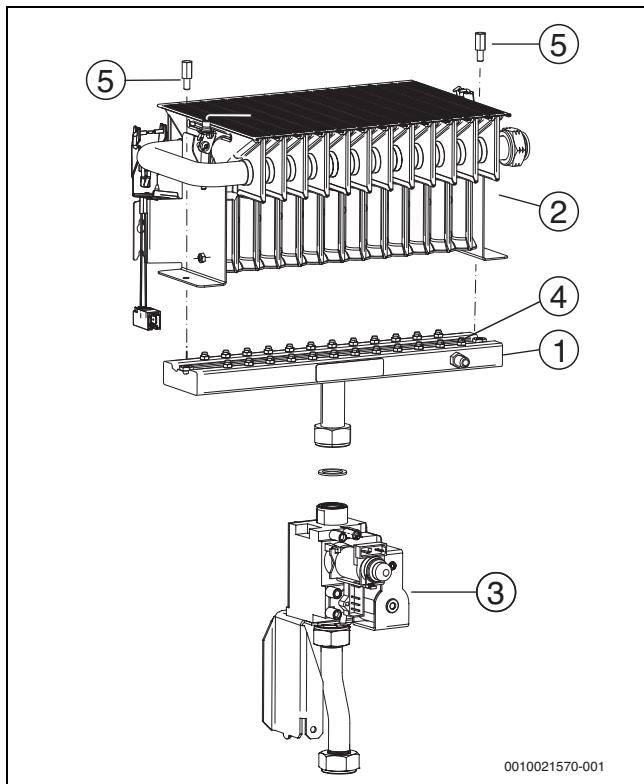

Fig. 31
- ▶ Soltar los 2 tornillos [5] (→ fig. 31).